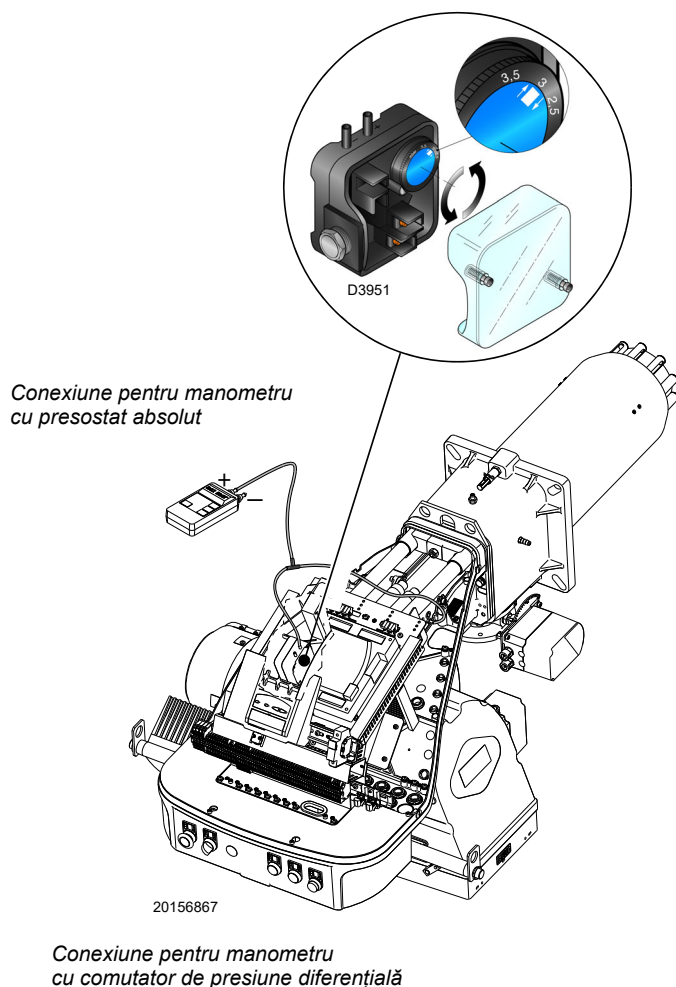

Fig. 28
- Reglați presostatul de aer (Fig. 28 la pag. 31) la începutul scării.
Efectuați reglarea presostatului de aer (Fig. 28) după ce ați efectuat toate celelalte reglaje ale arzătorului cu presostatul de aer reglat la începutul scării.
Conexiunea manometrului este prezentată la Fig. 28.
În unele aplicații cu vid ridicat, conexiunea comutatorului de presiune nu permite comutatorului de presiune să comute. În acest caz, este necesară conectarea comutatorului de presiune în modul diferențial prin aplicarea unui al doilea tub între comutatorul de presiune a aerului și intrarea ventilatorului. În acest caz, manometrul trebuie să fie conectat și în diferențial, așa cum se arată în Fig. 28.